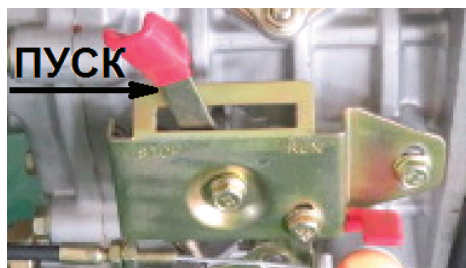

Рис. 5. Рычажный механизм управления двигателем
7.4.5. Перевести ручку регулятора числа оборотов вправо до щелчка, в положение "RUN" (Работа), (см.рис.5).